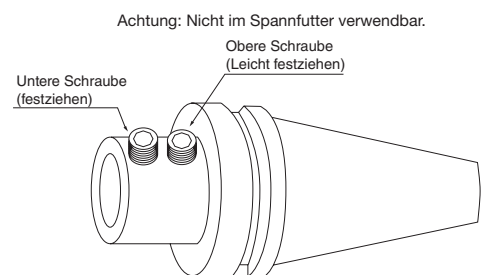

Abb. 2
- (3) Ziehen Sie die untere Schraube der Spannhülse, die durch das Fenster der Hülse direkt auf den Bohrer gespannt wird, an. Die obere Schraube nur so fest anziehen, dass die Hülse nicht beschädigt wird. (Abb. 2)